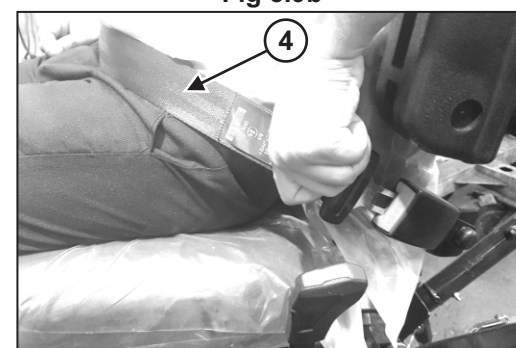

Fig. 3.9c
- Cinto de segurança (4, fig. 3.9c) para segurança.